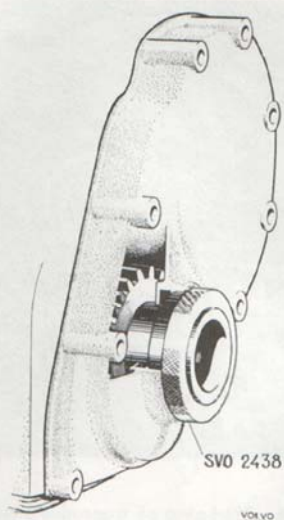

Bild 43. Centrerings av transmissionskåpa
6. Centra kåpan med centerhylsa SVO 2438, se bild 43. Vrid hylsan under fastdragning och justera kåpans läge så att hylsan ej låses fast. Kontrollera efter slutlig fastdragning av kåpan att hylsan lätt kan vridas runt utan fastlåsning.